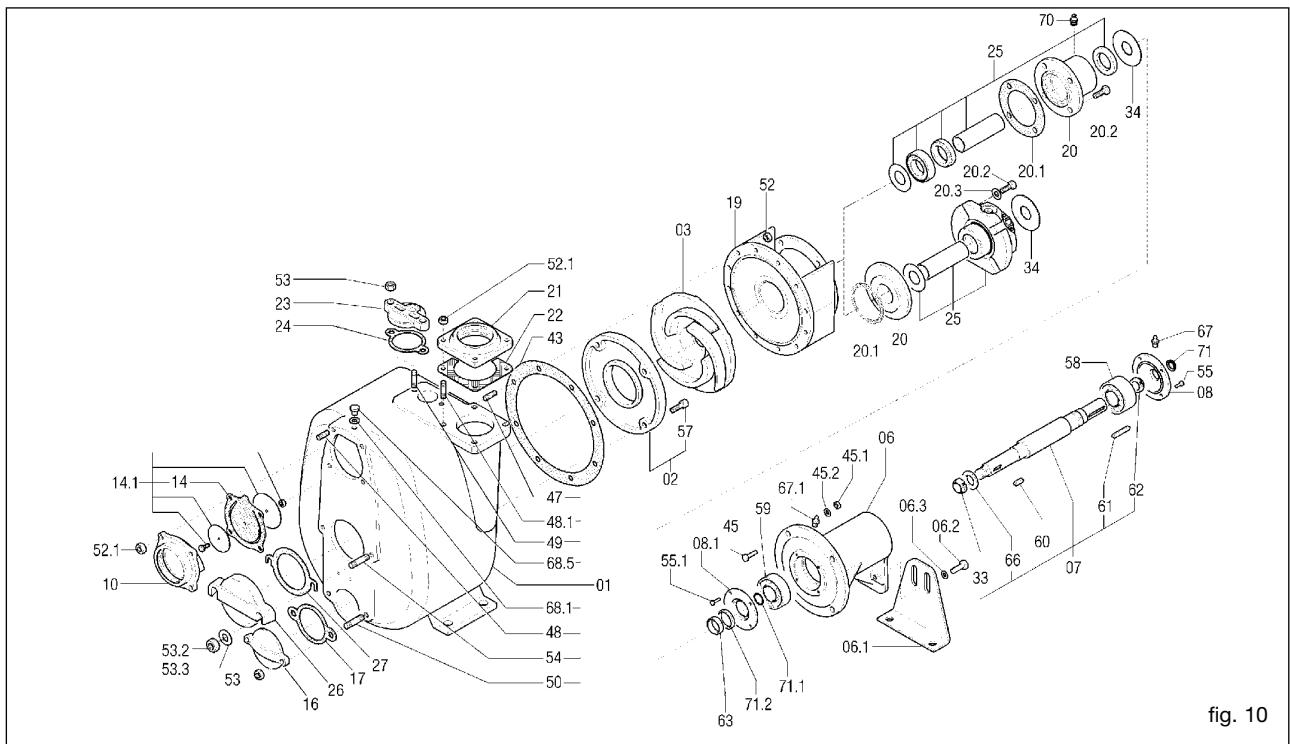
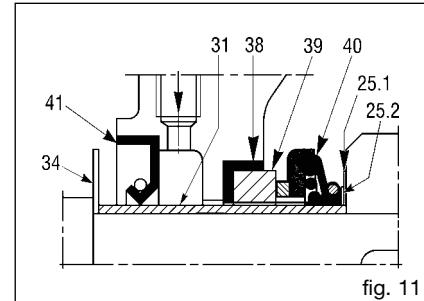
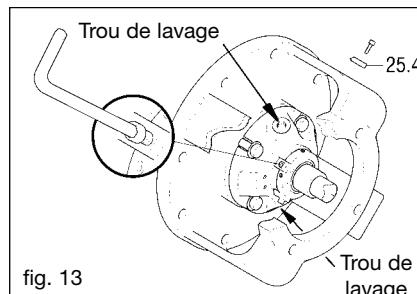

fig. 10
fig. 11
fig. 13
Le tuyau d'aspiration doit avoir un diamètre égal à celui de l'orifice d'aspiration de la pompe (consulter Varisco pour des diamètres supérieurs). Eviter, si possible, les coude ou les étranglements pouvant limiter l'arrivée de liquide à la pompe. Ne pas monter la soupape de pied car la pompe est équipée d'un clapet anti-retour incorporé (14) (fig. 10).
À titre d'exemple, un dessin éclaté est représenté (fig. 10).
13.2 Remplacement de la turbine (fig. 10)
- Dévisser les écrous (52) et enlever le corps de la pompe en veillant à ne pas abîmer le joint (43).
- Bloquer la turbine (03) et dévisser l'écrou à blocage automatique (33).
- Remplacer éventuellement le joint (43).
13.3 Remplacement de la plaque d'usure (fig. 10)
- Dévisser les vis à tête hexagonale encastrée (57).
- Enlever et remplacer la plaque d'usure (02).
13.4 Remplacement de la soupape (fig. 10)
- Retirer le porte-soupape (10).
- Nettoyer le logement de la soupape du porte-soupape (10) et le remonter.
13.5 Remplacement de la garniture de type 1 - 2 - 3 (fig. 10,11 et 12)
- Bloquer la turbine (03) et enlever l'écrou à blocage automatique (33).
- Retirer le porte-moteur (19). La partie tournante de la garniture (40) montée sur l'entretoise (31) s'enlève automatiquement en même temps que celui-ci.
- Enlever la contre-face (39) ainsi que le joint correspondant (38) du porte-moteur.
- Démonter le pare-huile (41).
- Enfiler l'anneau qui soutient la garniture (25.1). Pousser ce dernier en avant jusqu'à ce qu'il soit possible de remonter la languette (60).
- Remonter la turbine (03), la rondelle (66) et visser l'écrou (33).
- Remonter le joint du corps (43) en mettant de la graisse des deux côtés.
13.6 Remplacement de la garniture de type 4 - 5 (référence fig. 10, 13, 14, 15 et 16)
- Dévisser les écrous (52) (fig. 10) et enlever le corps de la pompe en veillant à ne pas abîmer le joint (43).
- Fixer les goujons (25.4) qui bloquent la garniture dans les logements correspondants (fig. 13).
- Enlever les goujons (25.4) (fig. 13) qui bloquent la garniture et les fixer sur les trous prévus à cet effet de la bride afin de les utiliser durant la phase de démontage.
- Il faut pur cela que les cotes A et B des fig. 17, 18, 20 et 21 soient le plus possible égales. Il est donc nécessaire d'utiliser les anneaux de compensation (25.2) (fig. 11) fournis avec la garniture de rechange. Ces anneaux servent à déplacer la turbine vers l'avant au cas où elle soit trop loin de la plaque d'usure frontale ou trop près de celle arrière (quand elle est prévue). Les anneaux de compensation doivent être montés entre l'anneau qui soutient la garniture (25.1) (fig. 11) et la turbine. D'autres ajustements peuvent être faits avec les joints du corps et la plaque d'usure arrière. Le joint (43) (fig. 10) qui a une épaisseur de 0,5 mm permet d'obtenir la distance voulue (fig. 19).
13.8 Entretien des roulements (fig. 10)